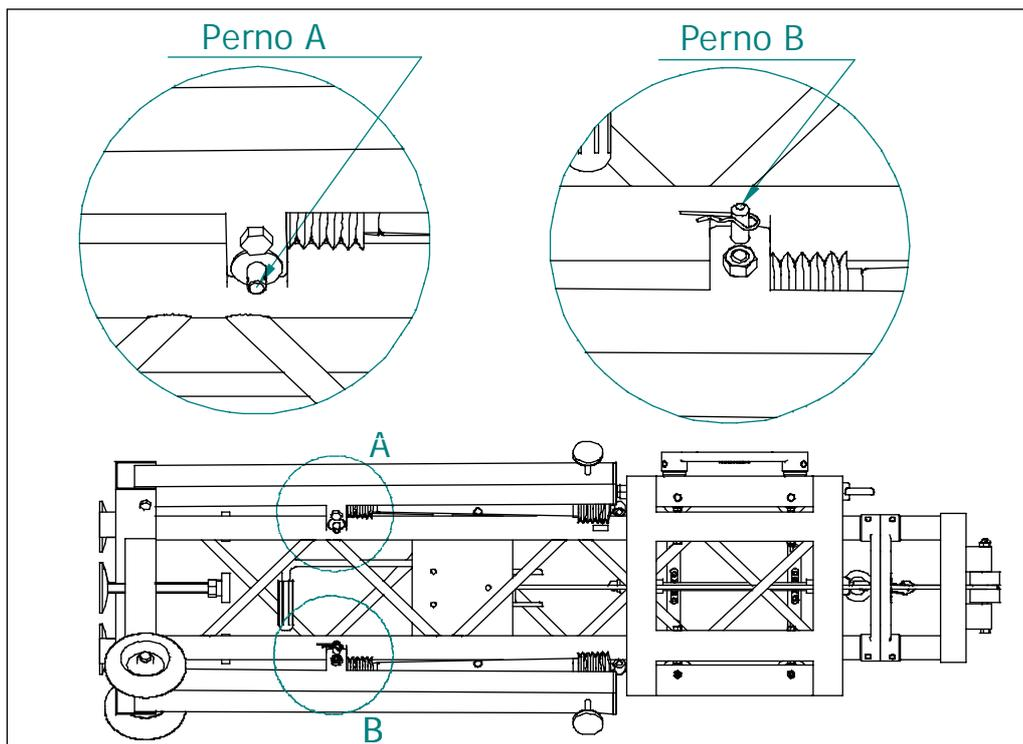
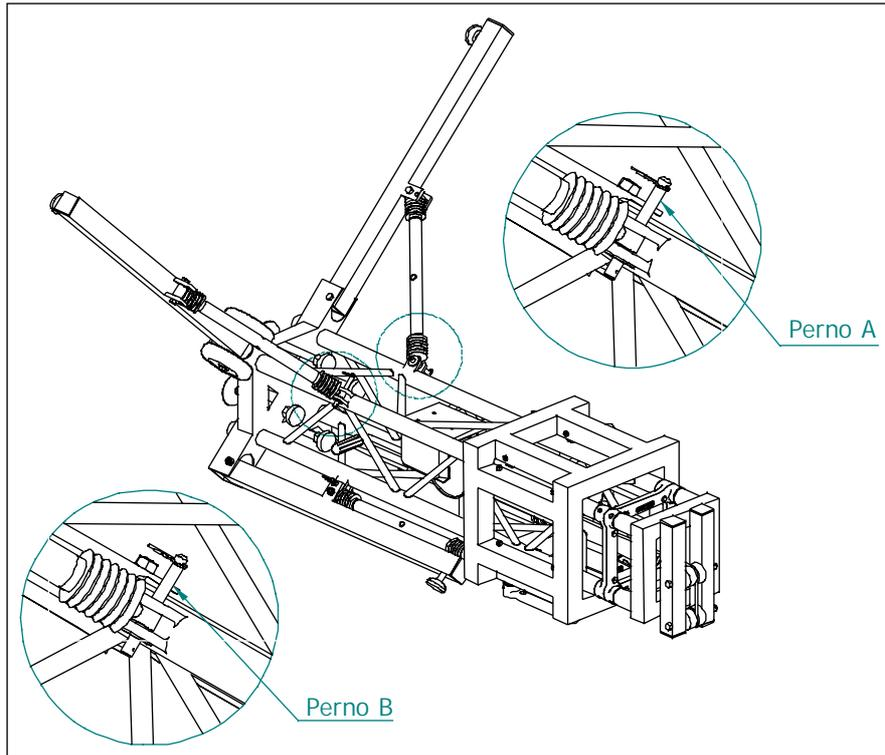

Fig. 2
Fig. 3
2. Togliere i perni A e B di fig. 2 sfilando le coppiglie e procedere all'apertura dei due piedi rivolti verso l'alto ancorandoli mediante l'inserire dei perni di fissaggio A e B e delle rispettive coppiglie come da fig. 3.